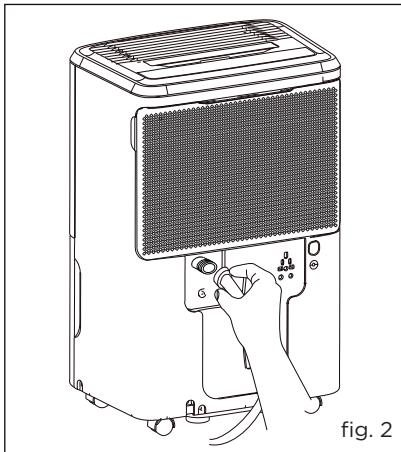

fig. 2
- Inserte el extremo roscado hembra de la manguera en el conector de drenaje de la unidad. (fig. 2)